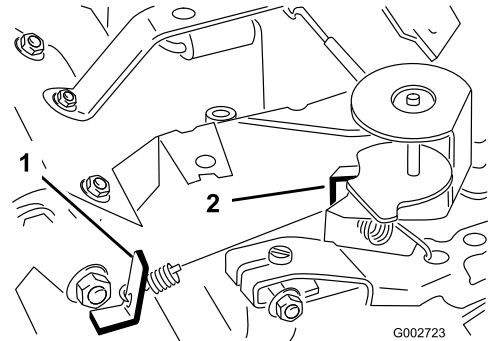

Bild 38
3. Biegen Sie den Anker-Federmitnehmer (Bild 38), um eine Leerlaufgeschwindigkeit von 1725 ± 50 U/min zu erzielen. Prüfen Sie die Motordrehzahl mit einem Drehzahlmesser.
5. Stellen Sie den Gasbedienungshebel auf „Schnell“. Biegen Sie den Federankermittnehmer in der Vollgaseinstellung (Bild 38), bis Sie eine Vollgasdrehzahl von 3400 ± 50 U/min realisieren.